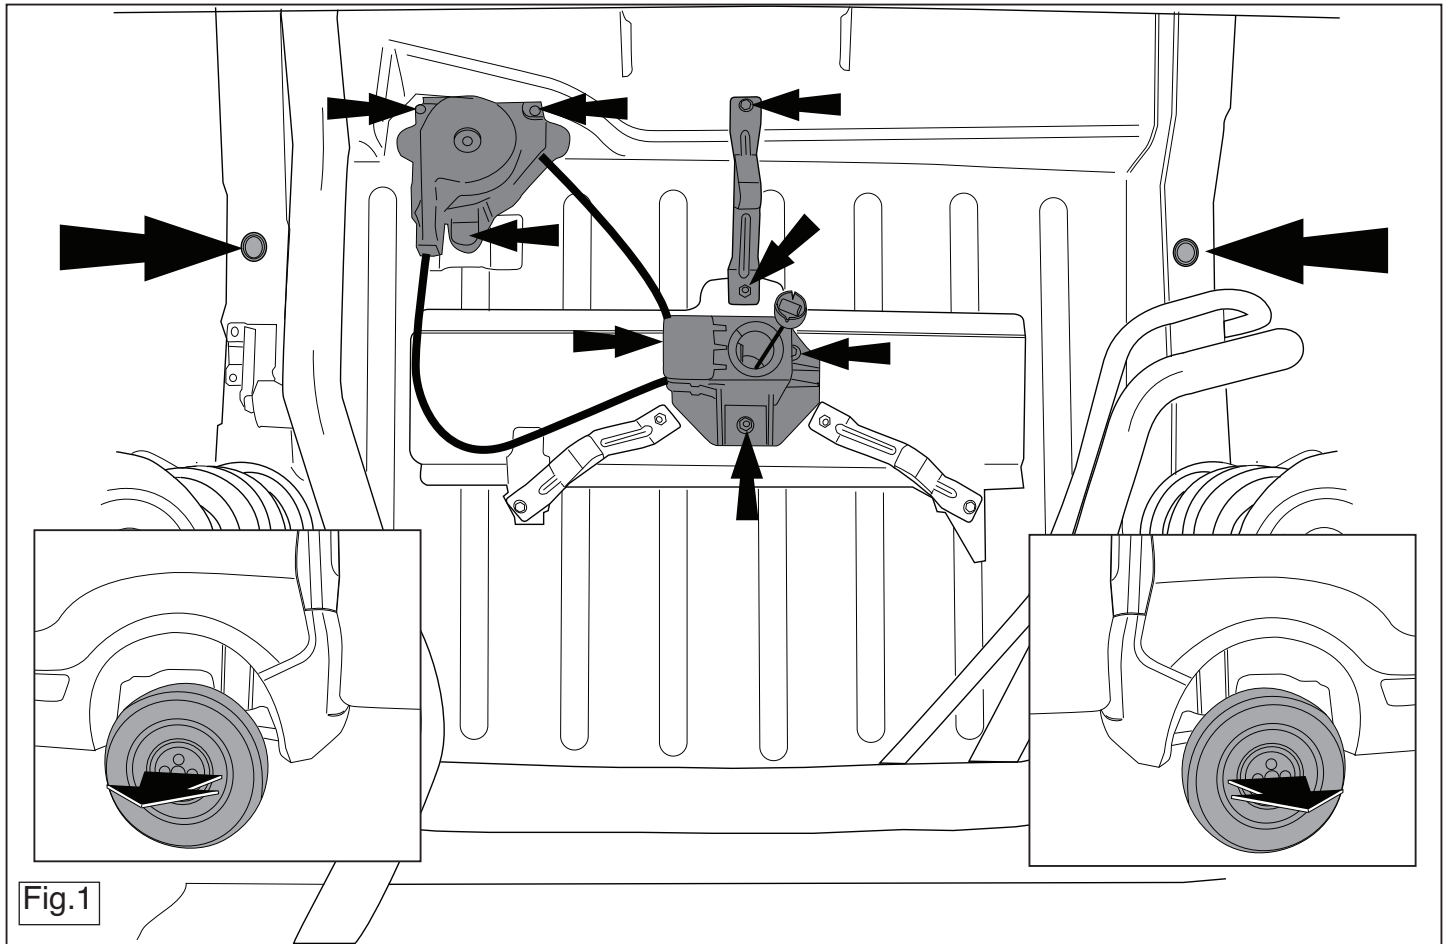

Fig.1
2. Снять детали, указанные в рис. 1.
3. Удалить резиновые пробки в указанных точках (см. рис. 1).